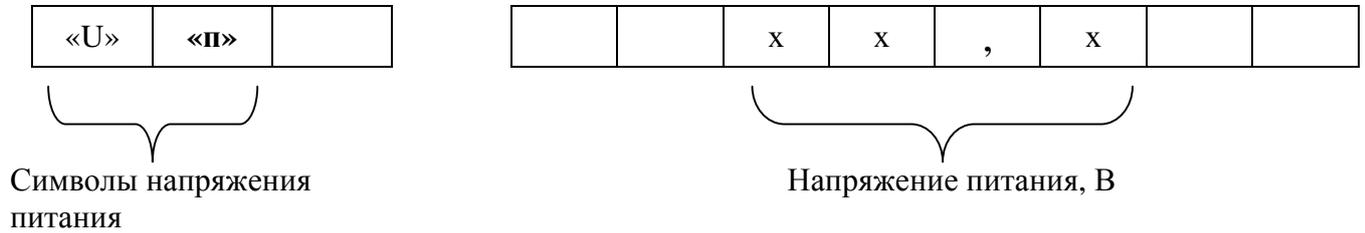

Рис. 22. Отображение напряжения питания БИТТ-01.
1.5.1.16. Вывод на индикатор напряжения питания БИТТ-01, производится в формате, указанном на рис. 22. Данные обновляются каждые 2 сек.